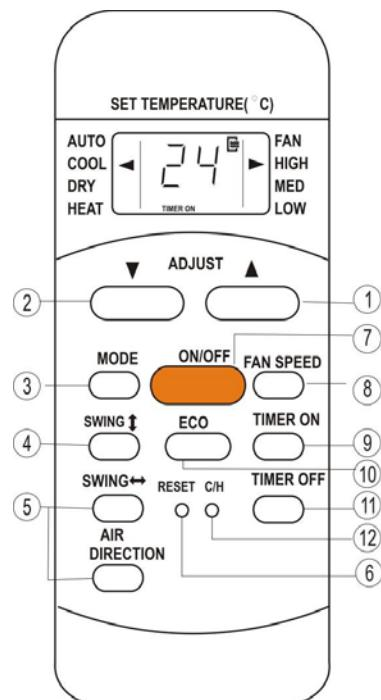

Рис.3-2
3.1.2 Описание кнопок и функций беспроводного пульта (рис.3.2)
3.1.2.2 Описание кнопок и функций беспроводного пульта (рис.3-2)